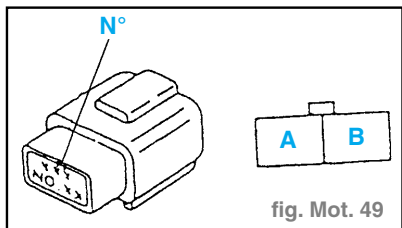

fig. Mot. 49
- Mesurer la résistance de la borne **A** et **B** de la résistance de calibrage. (fig. Mot. 49)